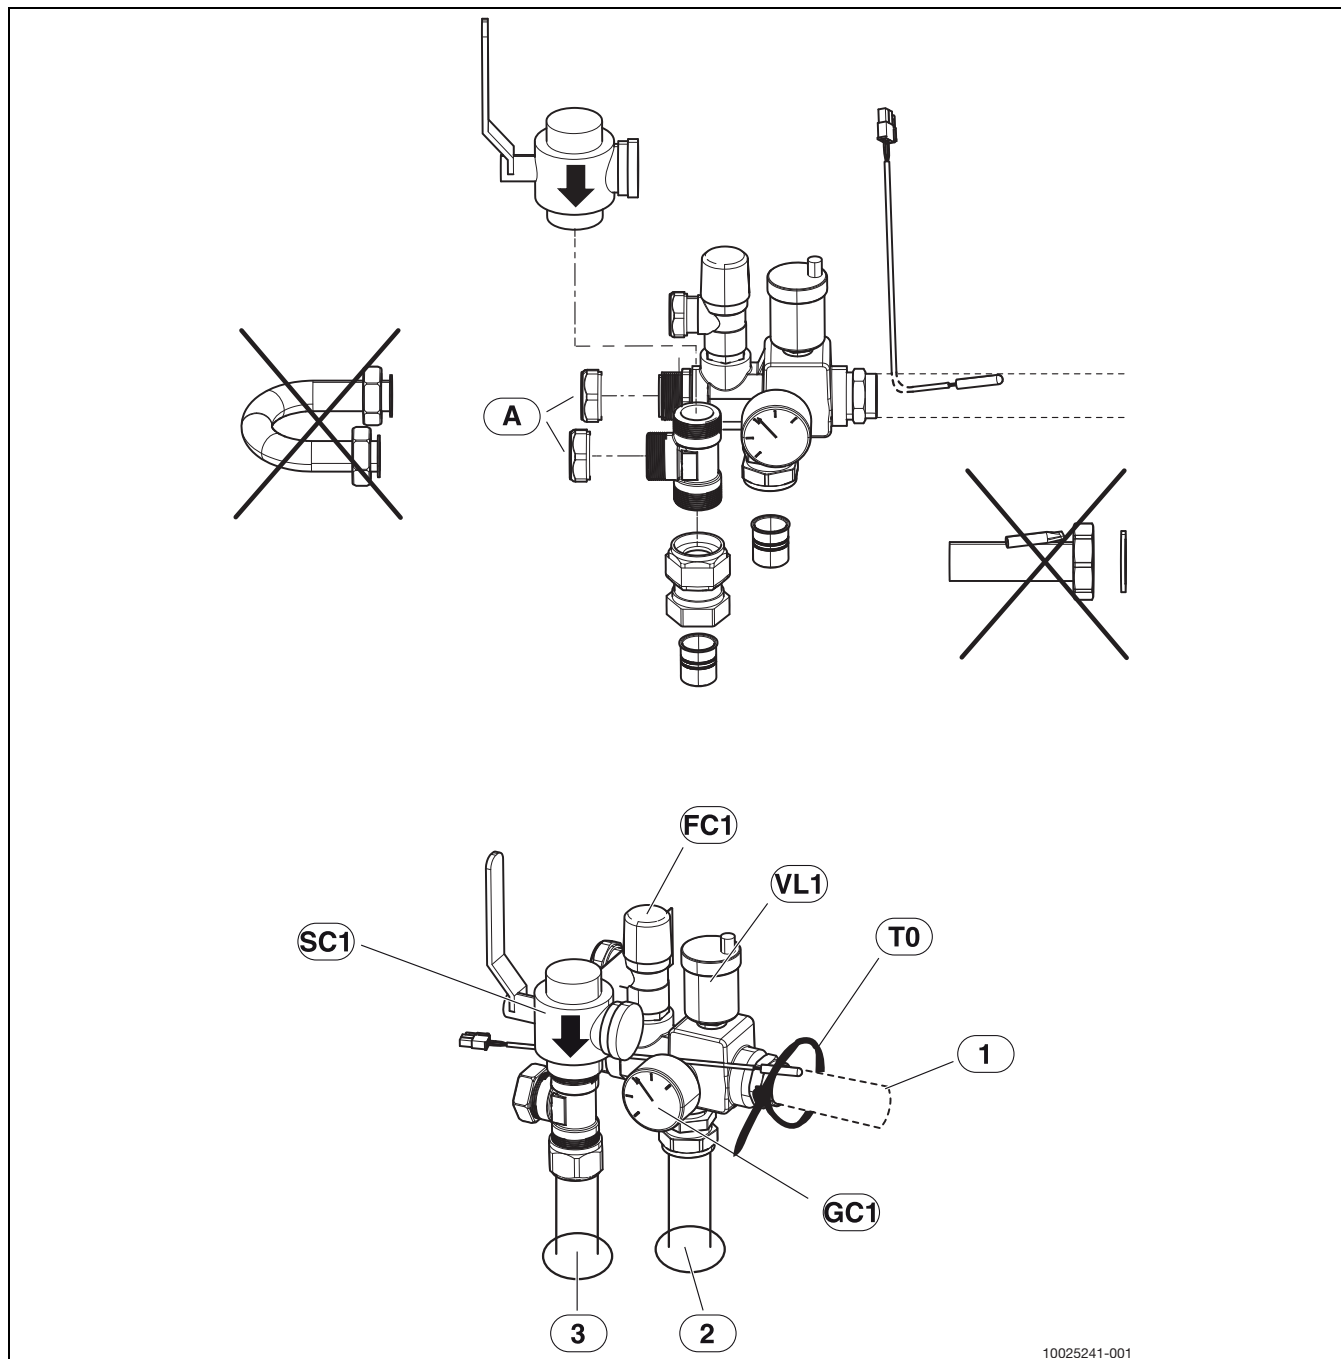

Bild 7 Montierte Sicherheitsgruppe, ohne Bypass; bei einem direkt nachgeschalteten Heizkreis möglich
- ▶ Zuerst Partikelfilter ([SC1], Abb. 7) auf T-Stück montieren.
- ▶ Vorlauftemperaturfühler in Tauchhülse einführen ([T0], Abb. 7) und mit Kabelbinder befestigen.